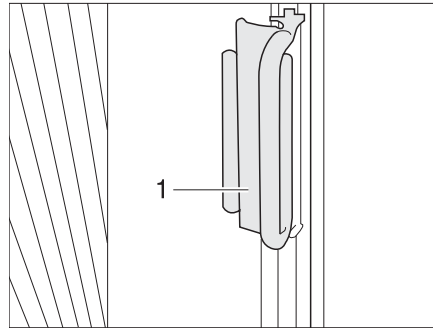

Bild 79 Plisségardiner för ar- och passagerarfönster
- Håll i plisségardinernas handtag (Bild 79,1) och dra dem försiktigt framåt tills magnetlåset håller plisségardinen stängd.
- Skjut handtaget (Bild 79,2) på avsatsen. Plisségardinen är säkrad.